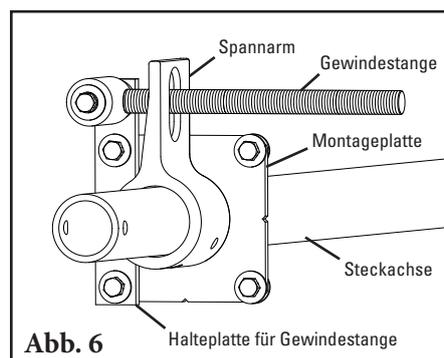

Abb. 6
6. **Einbau der Spannvorrichtung.** Entfernen Sie die Stellmutter und die Feder vom Schwenkarm. Setzen Sie die Gewindestange durch das Langloch in den Spannarm ein. Schieben Sie den Spannarm auf das Ende der Steckachse (achten Sie darauf, dass der Arm richtig zum Abstreifblatt ausgerichtet ist) und drehen Sie ihn, bis die Halteplatte der Gewindestange auf die gewünschten Schraubenbohrungen ausgerichtet ist (Abb. 6). Entfernen Sie die Schrauben, Muttern und U-Scheiben von der Montageplatte und befestigen Sie damit alle Halteplatten der Gewindestange an der Montageplatte.